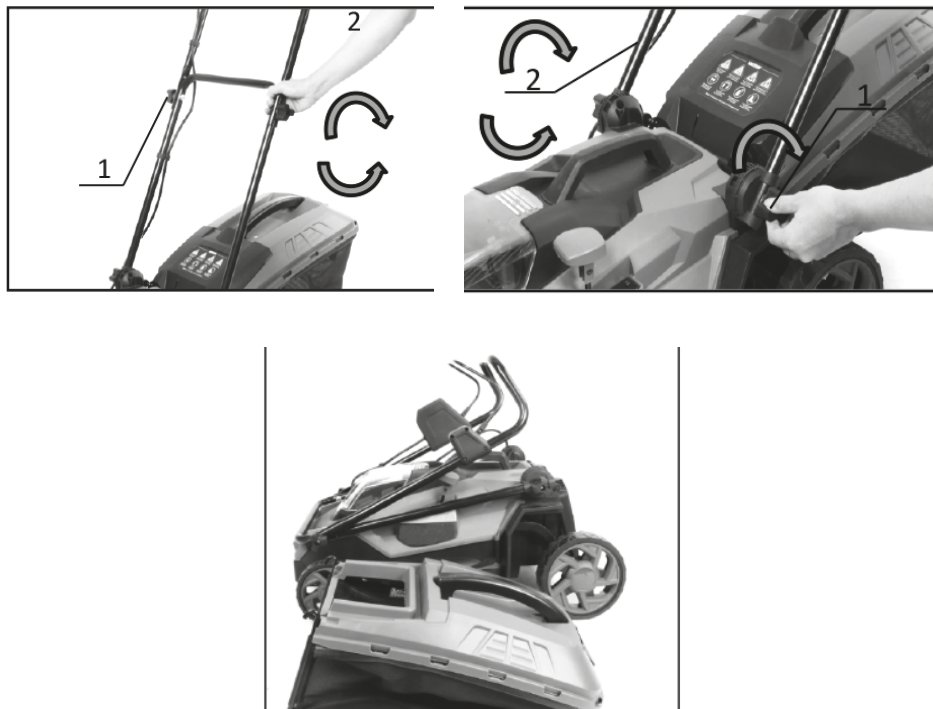

Рисунок 16. Схема складання газонокосарки для зберігання.
3. Скласти руків'я, для чого ослабити фіксатор руків'я (1, рис. 16) з обох боків виробу, повернувши його проти руху годинникової стрілки, після чого міцно взяти за верхнє руків'я (2, рис. 16) і повільно опустити його вниз. Після того як верхнє руків'я опущене — затягнути фіксатори.
4. Послабити кнопки регулювання положення руків'я (1, рис.16) з обох боків виробу, повернувши його проти руху годинникової стрілки, після чого скласти нижнє руків'я, як показано на рис.16.